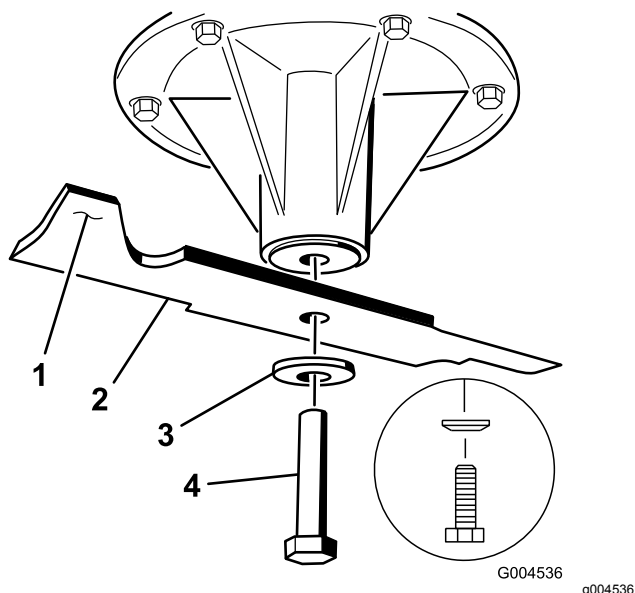

Figura 98
2. Retire del eje el perno de la cuchilla, la arandela curva y la cuchilla (Figura 98).
Nota: Si la cuchilla no está equilibrada, rebaje algo el metal en la parte de la vela solamente con una lima (Figura 98).